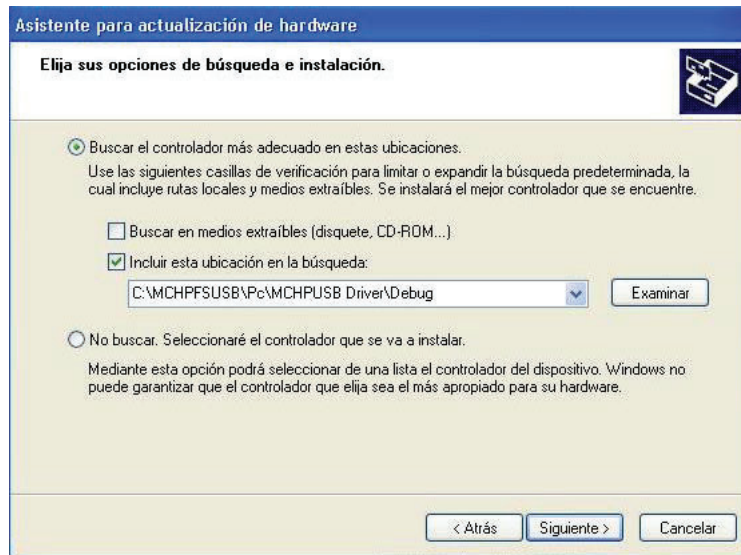

Figura E.5: Instalación de drivers para nuevo hardware.
- El driver correspondiente se muestra en la Figura E.5.